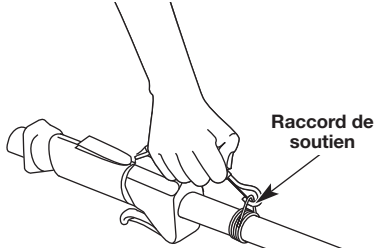

Fig. 18
- Passez le harnais par-dessus la tête puis sur l'épaule. Accrochez-le au raccord de soutien (Fig. 18).